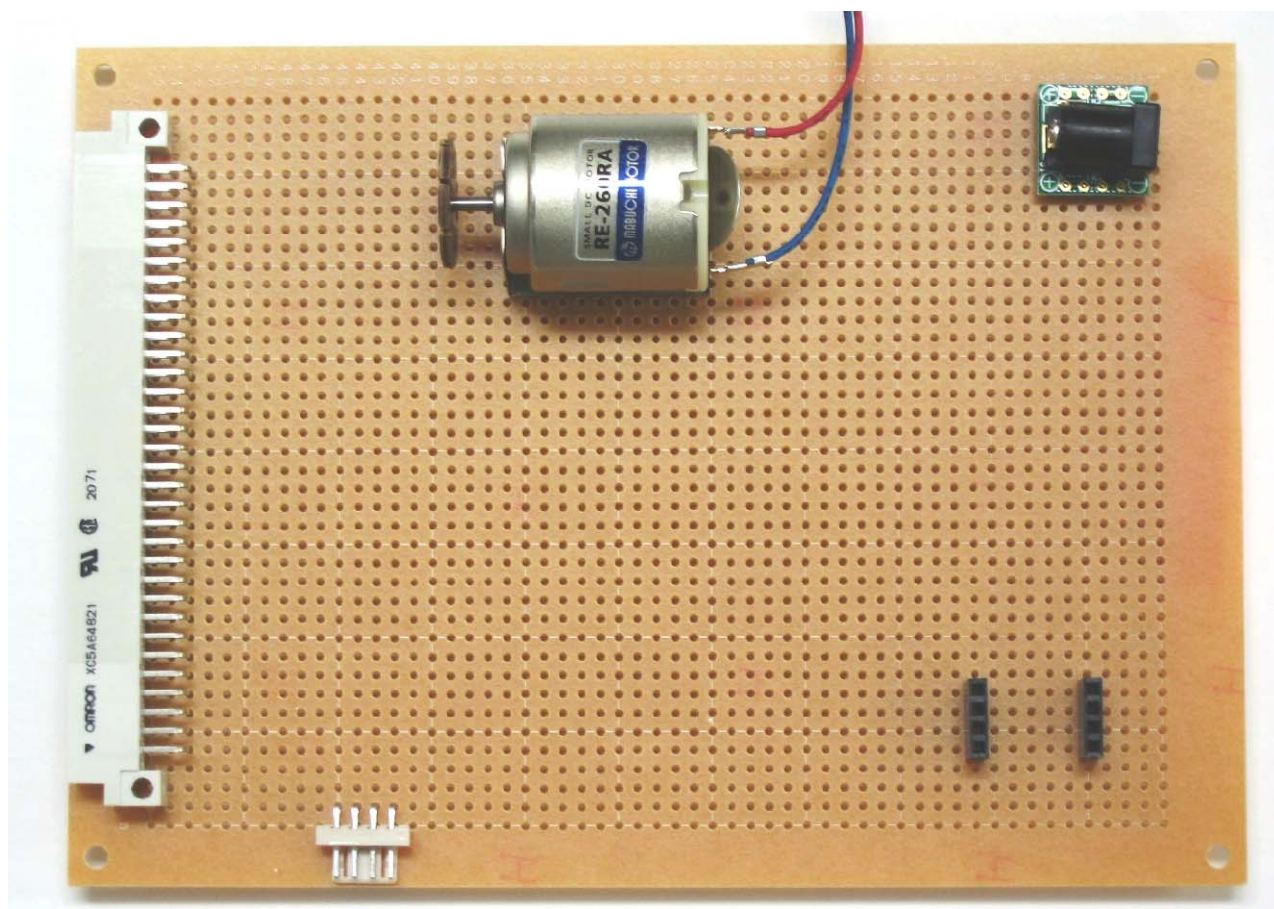

図 4.6 部品配置図
(5) 出力装置の取付け
(6) その他
(7) 全体の部品配置
- 部品配置図の全体像を図 4.6 に示します．